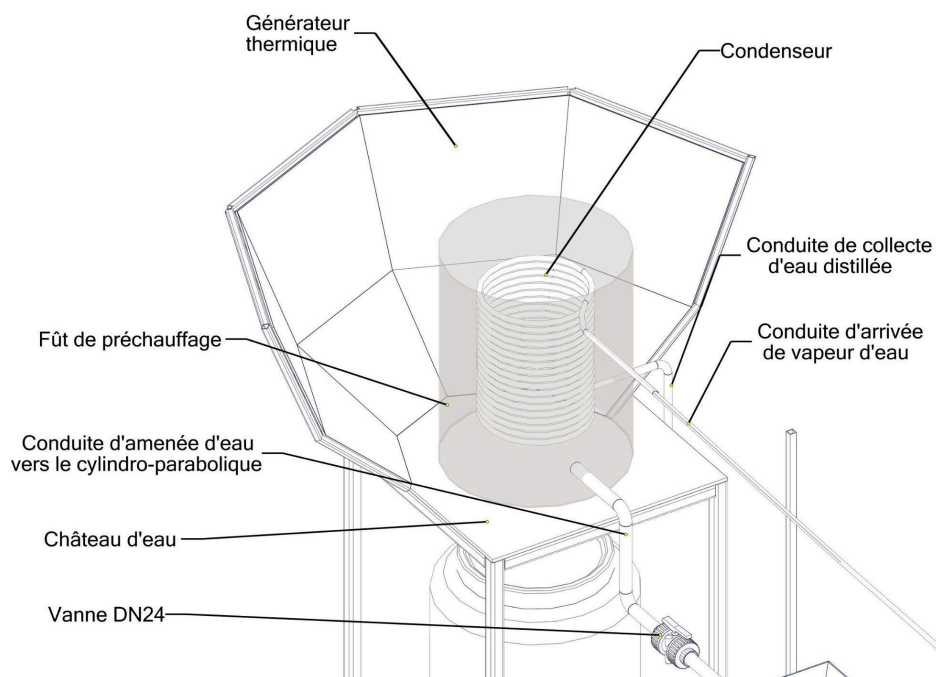

Figure 10 : Plan de montage du condenseur
- Monter le condenseur à l'intérieur du fût de préchauffage suivant la figure 10